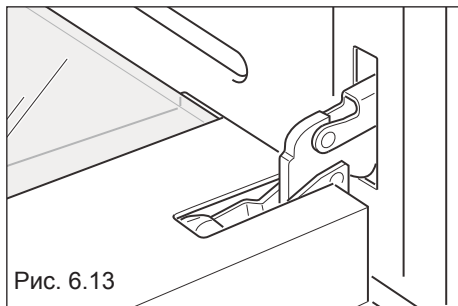

Рис. 6.13
- Полностью откройте дверцу духового шкафа (Рис. 6.13).